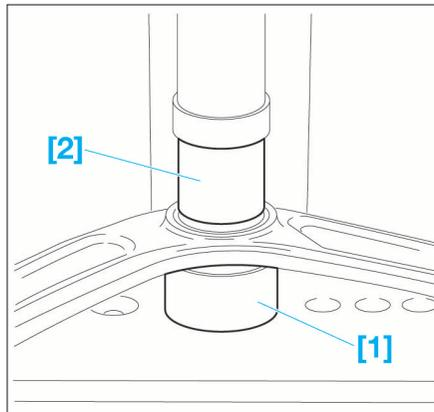

FIG. 13
- Poser les outils [1] et [2] (cloche d'appui ref. 0621.N, tampon de montage ref. 0621.M) sur l'articulation élastique (Fig.13).